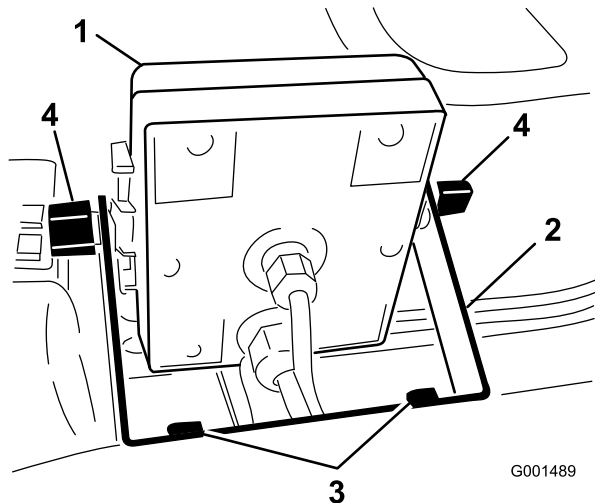

**Figure 6**
- Posez les 2 vis de carrossier, les rondelles en caoutchouc et les boutons sans les serrer sur le support, comme illustré aux Figures Figure 5 et Figure 6.